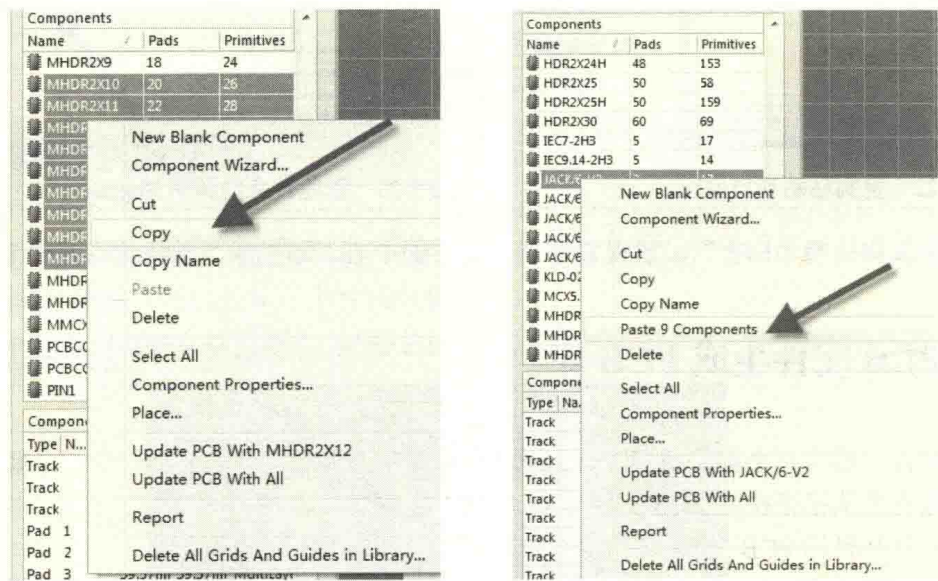

图 5-25 元件 PCB 封装的复制与粘贴
- (1) 在 PCB 库编辑界面的右下角执行命令“PCB-PCB Library”，调用工作面板。
- (2) 在 PCB 封装列表中，按住“Shift”键，单击选中需要复制的 PCB 封装。
- (3) 在选中的 PCB 封装上单击鼠标右键，执行“Copy”（复制）命令，或者按快捷键“Ctrl+C”。
- (4) 在需要合并的目的 PCB 封装库里面的 PCB 封装列表中单击鼠标右键，执行“Paste N Components”（粘贴封装）命令，或者按快捷键“Ctrl+V”，完成从其他 PCB 库复制封装到当前封装库中的操作，如图 5-25 所示。